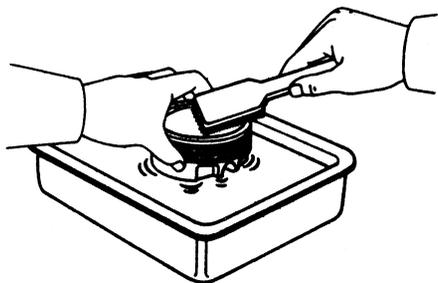

图 1.28 清洗活塞
(6) 搞好清洁、调整、紧定与润滑工作
- 清洁。进行装配时，零件必须彻底清洁。实践证明，零件的清洁程度对修理质量有很大的影响，但是这种影响常常被人们忽视。如润滑油道中污垢沉积不除净，就会减小油道的截面积，从而增加润滑油流动阻力，减少润滑油流量，恶化运转机件的润滑条件。再如零件表面的灰尘滑入润滑油中，便随润滑油循环，引起不同程度的磨料磨损。因此，装配时，必须清洗干净，并用压缩空气吹干，还要使用软刷和溶剂，彻底清洗活塞，（如图 1.28 所示），注意不要碰伤活塞。